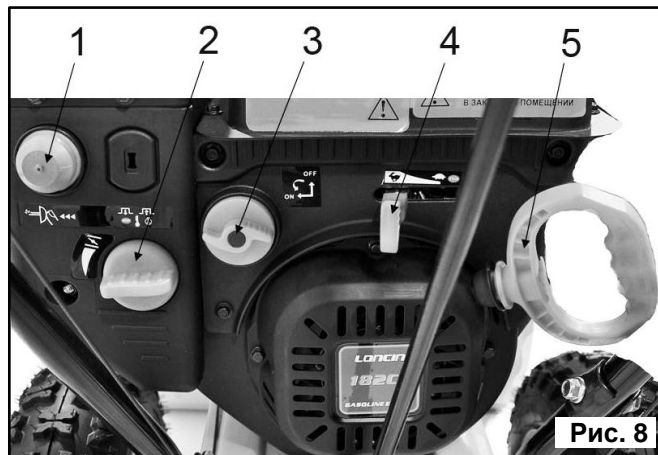

Рис. 8
- Установите рычаг крана подачи топлива (3)(См. Рис.8) в положение «Открыто» (ON).
- Поставьте рычаг привода воздушной заслонки (2) (См. Рис. 8) в следующее положение:
- Установите рычаг управления скоростью движения (дроссельной заслонки) (4) (См. Рис. 8) в максимальное положение «Заяц» (влево).
- Нажмите несколько раз на кнопку ручной подачи топлива (1) (См. Рис. 8), что бы накачать топливо в камеру сгорания карбюратора.
5.1.2. Возьмите крепко в руки пусковую рукоятку (5) (См. Рис.8). Крепко удерживая ее в руках, плавно потяните шнур стартера, пока барабан стартера не войдет в зацепление с собачками храпового механизма.
5.1.4. Плавно, не отбрасывая рукоятку, опустить руку, позволив шнуру вновь вернуться в барабан (См. Рис.8)
- Установите рычаг управления скоростью движения (дроссельной заслонки) (4) (См. Рис. 8) в положение «Черепашка» (вправо).
- Установите пусковой выключатель (3) (См. Рис. 8) в положение «ВЫКЛ» (OFF)